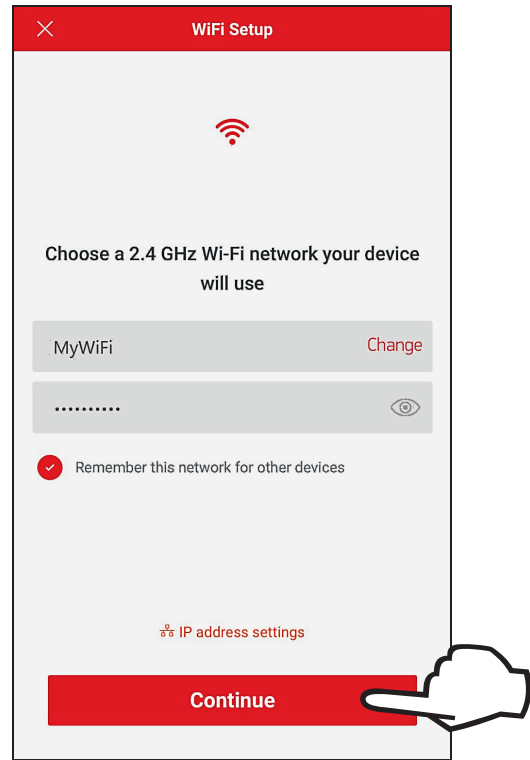

Figure 94. Configuration Wi-Fi
1. L'écran "Wi-Fi setup" s'affiche. Sélectionnez ou entrez le réseau Wi-Fi auquel vous souhaitez connecter votre appareil et saisissez le mot de passe réseau. Voir **Figure 94**.